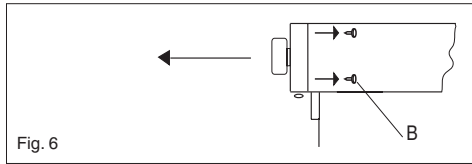

Fig. 6
- Als u ook het bedieningspaneel wilt verwijderen hoeft u alleen maar de 4 schroeven **B** aan de binnenkant, waarmee het paneel aan de voorkant van de oven is bevestigd, los te draaien (Fig.6).